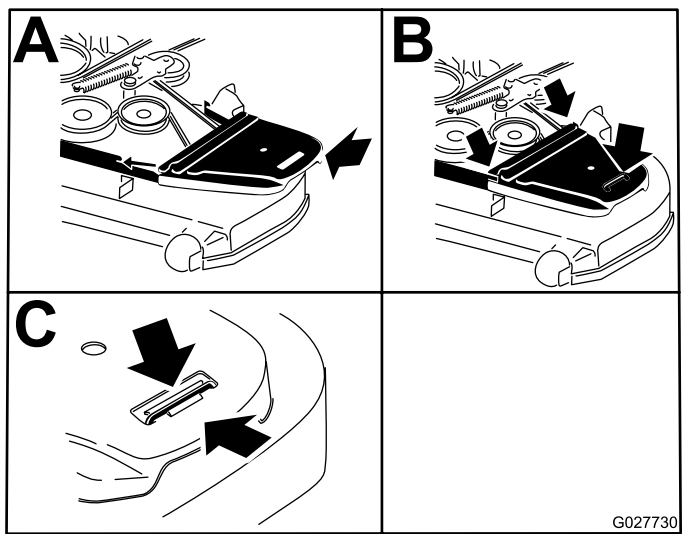

Рисунок 65
12. Установите кожухи ремней и болты, присоединенные к ним (Рисунок 65).